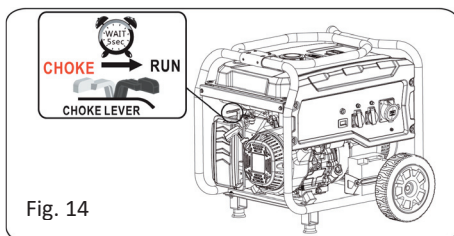

Fig. 14
- Lad motoren køre i nogle sekunder, og flyt derefter gradvist grebet helt over på positionen Run, efterhånden som motoren bliver varm. (Se Fig. 14).